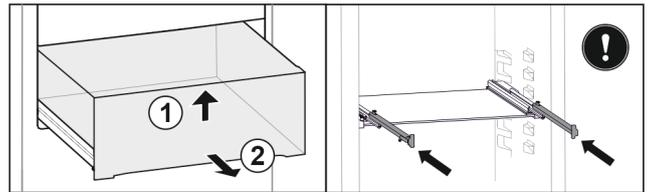

Fig. 22
- ▶ Soulever la partie avant du tiroir. Fig. 22 (1).
- ▶ Retirer le tiroir par l'avant. Fig. 22 (2)